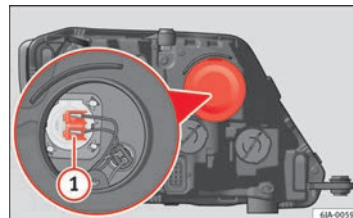

Fig. 148 Substituição da lâmpada dos máximos
- Extraia o conector ⇒ Fig. 148 ① puxando para fora.